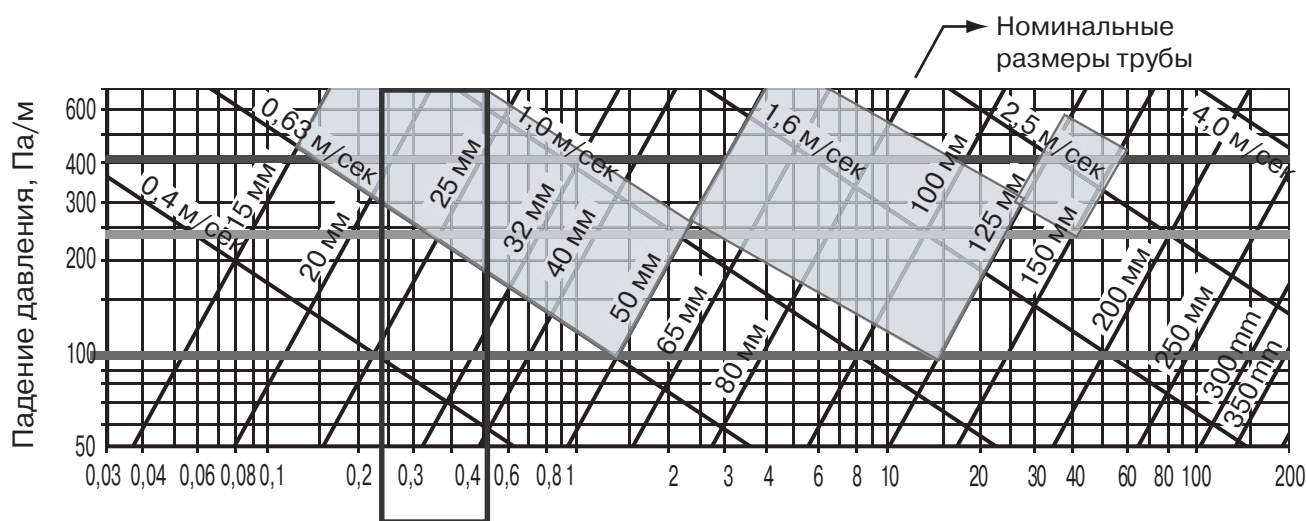

Рис.1 ОБЪЕМНЫЙ РАСХОД, л/сек
На основании формулы Дарси для различных труб составлены таблицы зависимости трения в трубах от расхода жидкости (например, рис. 1).
- с помощью диаграммы потерь на трение (рис.1) следует определить диаметр трубы по следующим данным: